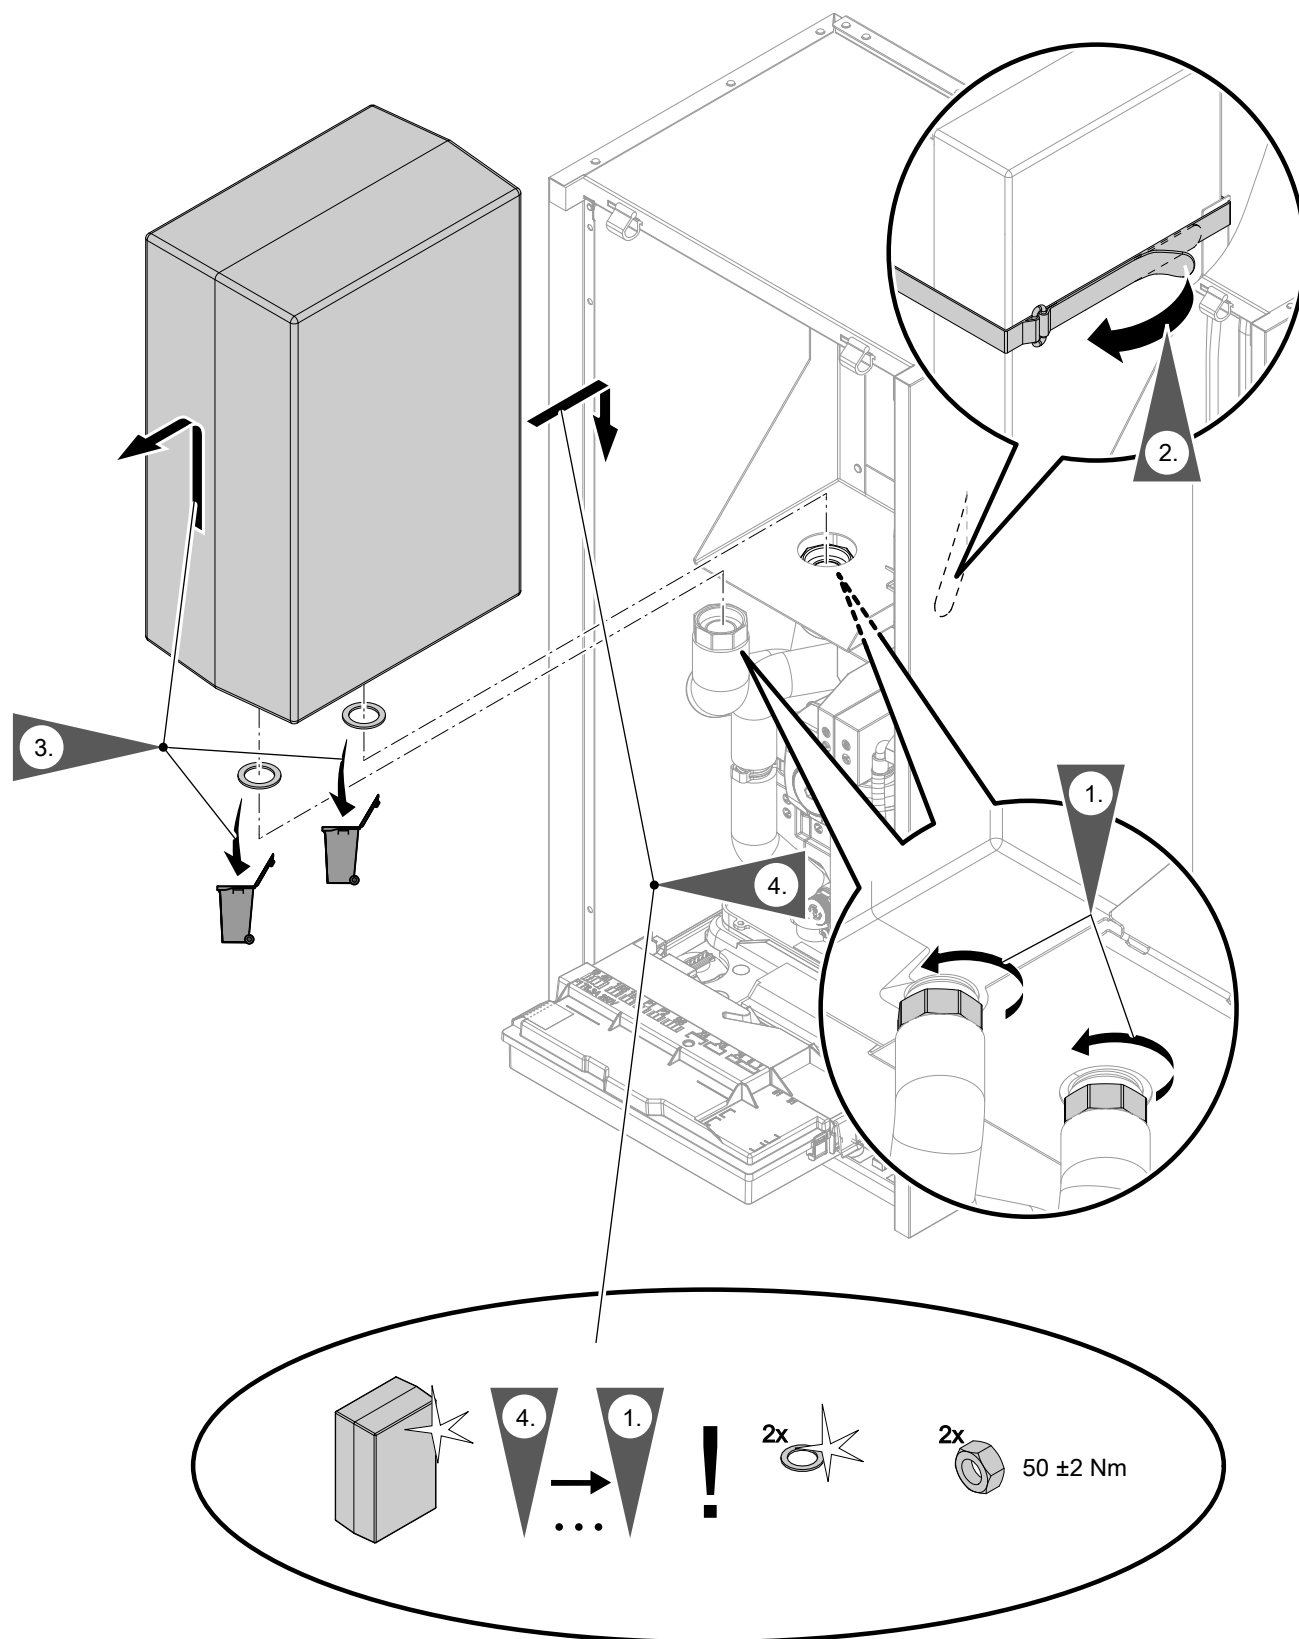

Fig. 79
- Réservoir tampon intégré : voir fig. 79.